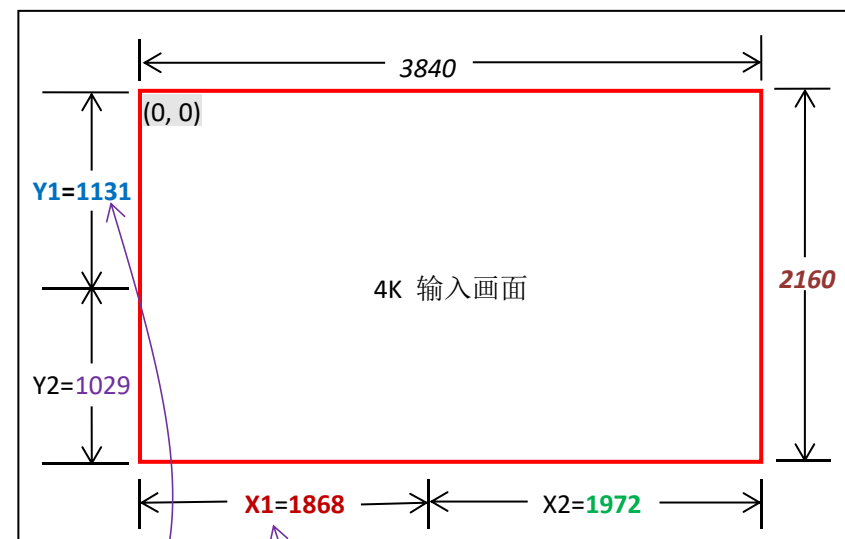
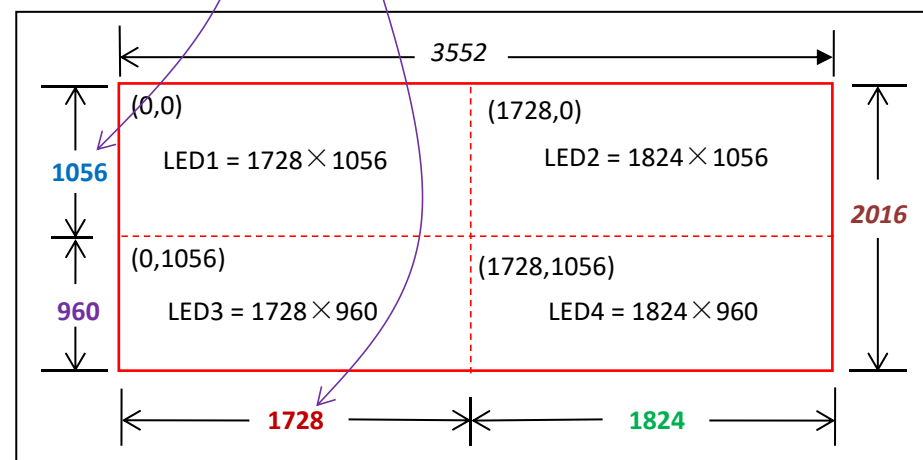

图 Ap1-1
图 Ap1-2
- Ap1.1) 如右图 Ap1-1 所示为输入图像在 3840×2160 分辨率范围内的显示布局, 现在需要把 4K 输入画面输出到右图 Ap1-2 所示的 LED 拼接大屏幕上